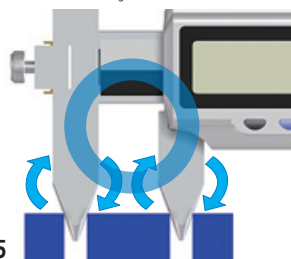

Fig. 5
1. Certifique-se de aplicar uma força constante em todas as medidas, e estabilizar as pontas dos bicos de medição mediante movimentos livres. (Fig. 5)